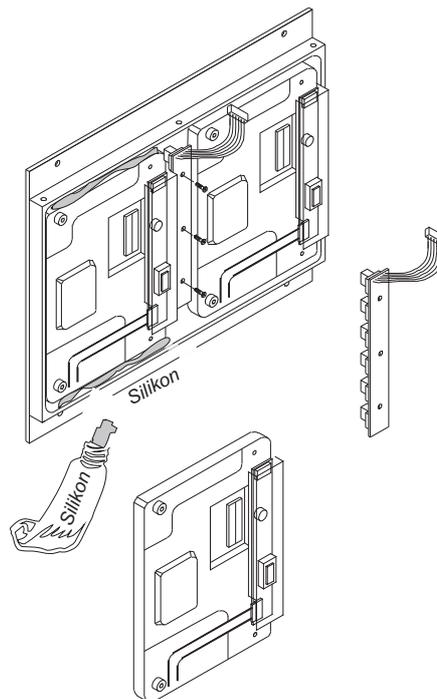

Bild D 8-18 : Einsetzen und Fixieren des neuen Displays
11. Platzieren Sie das neue Display, richten Sie es genau aus und fixieren Sie es mit Silikon (Bild D 8-18). Lassen Sie das Silikon trocknen!